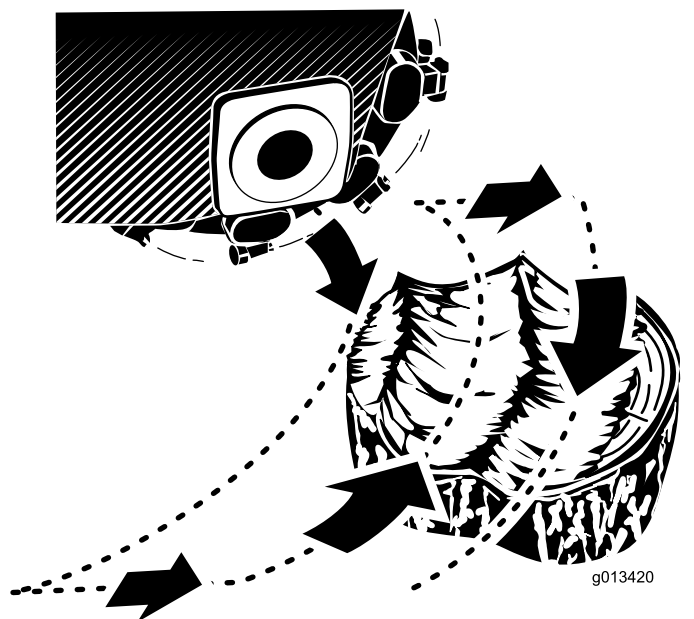

Figura 18
2. Utilizai maneta de control a mainii de frezat și comanda traciunii pentru a poziționa maina de frezat pe partea din față a ciotului, aproximativ 2 cm sub suprafață (Figura 18).
4. Utilizai maneta de control a mainii de frezat pentru a oscila încet maina de frezat pe suprafața ciotului, tăind o brazdă de achii (Figura 18).
5. Deplasezi maina în față câțiva centimetri și repetai pasul 4 (Figura 18).
6. Repetai pașii de la 4 la 5 până când frezați întreaga parte frontală a ciotului (Figura 18).